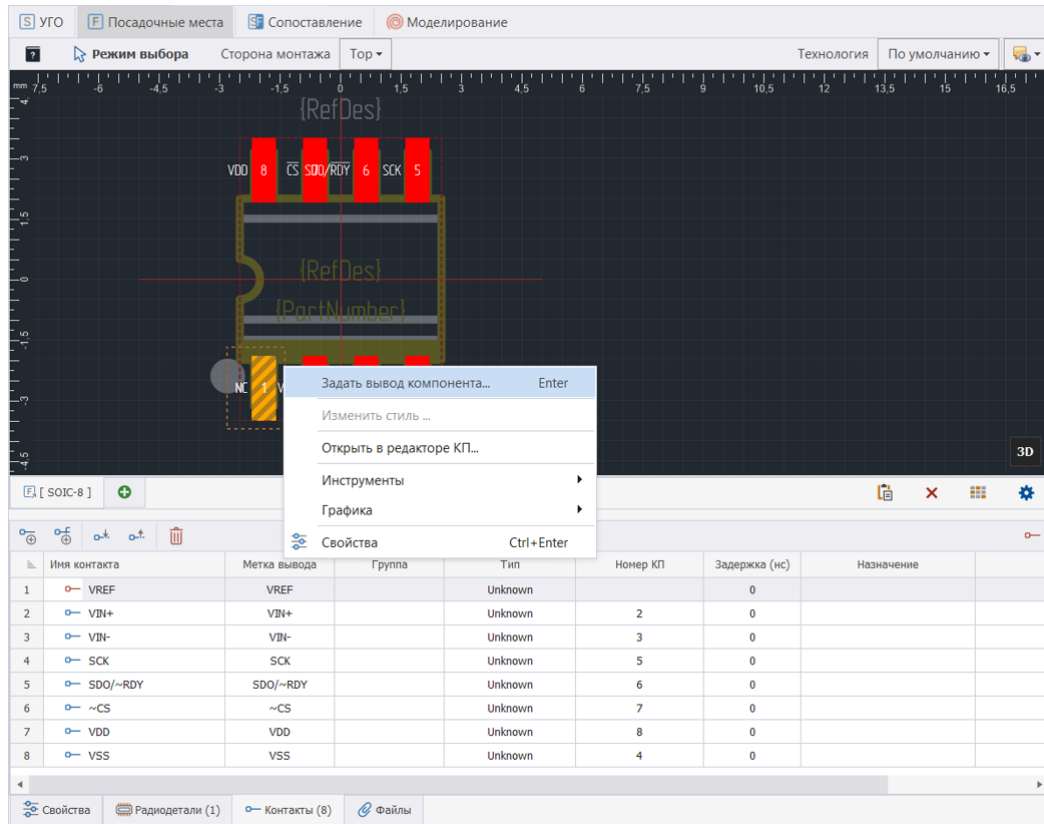

Рис. 278 Сопоставление КП через контекстное меню
2. В контекстном меню выбрать «Задать вывод компонента», см. Рис. 278.